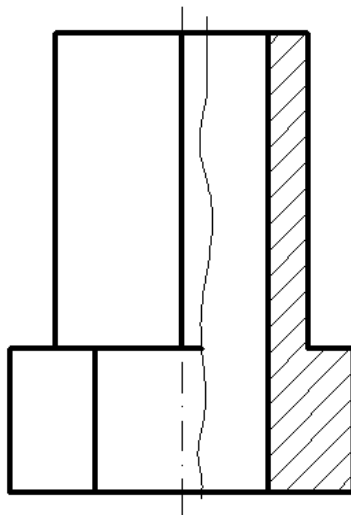

Рис. 14. Этап 5.
5.1. Простой профильный разрез выполнить по аналогии с простым фронтальным разрезом (этап 4). Так как по оси симметрии вида проходит ребро призмы, следует соединить часть вида с частью разреза (рис. 14).